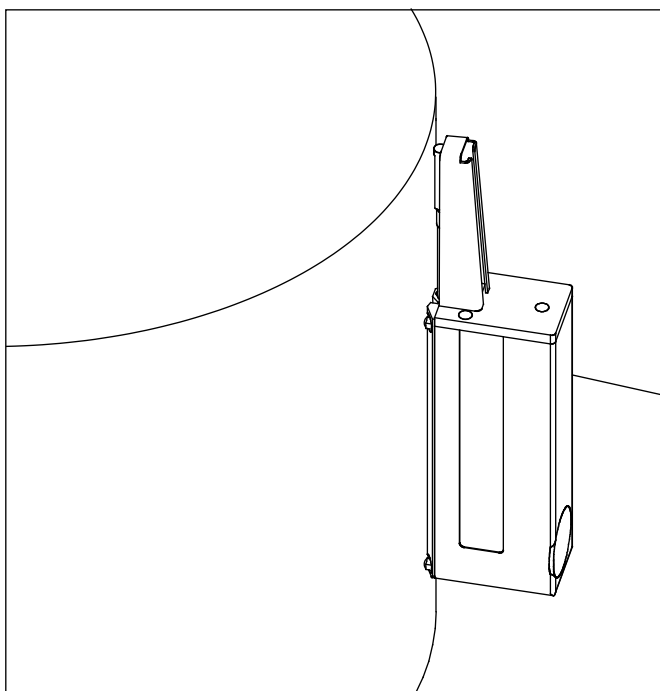

Fig. 10
- L'unité d'avance est pressée à la main contre une surface perpendiculaire. Selon la tâche de mesure, elle est orientée verticalement (v. *fig. 10*) ou horizontalement.